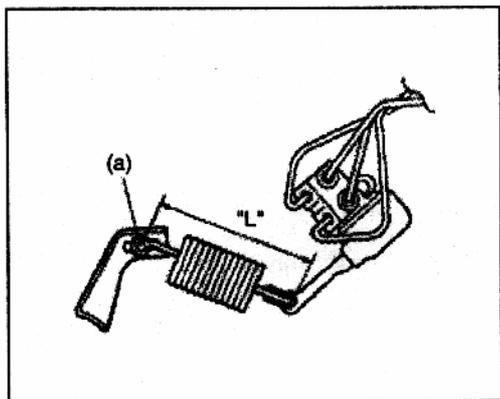

Рис. 707
- 2) Нажмите на тягу клапана пальцем до остановки и измерьте длину пружины "L" (Рис. 707)